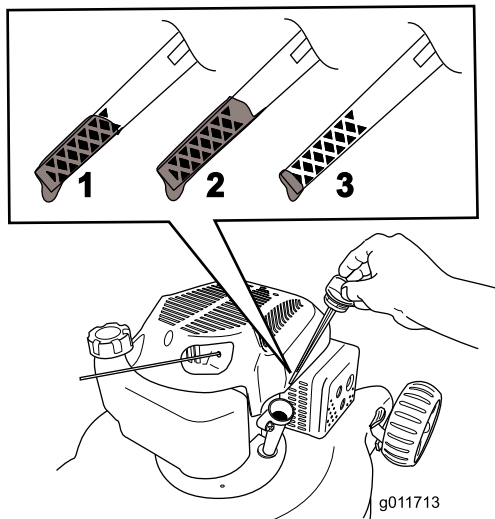

Figure 4
2. Retirez la jauge (Figure 4).
3. Versez **lentement** l'huile par l'orifice de remplissage, attendez 3 minutes puis vérifiez le niveau d'huile sur la jauge, en l'essuyant sur un chiffon propre et en l'insérant dans l'orifice, **mais sans visser** le bouchon (Figure 4).
**Remarque:** Versez de l'huile dans le carter moteur jusqu'à ce que la jauge indique le niveau correct, comme illustré à la Figure 4. Si vous remplissez excessivement le carter moteur, vidangez l'excédent